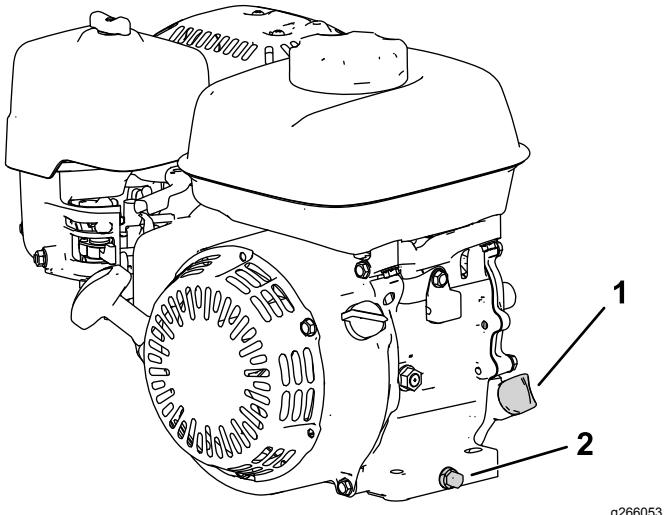

Figura 27
- Posizionate la macchina in modo che il motore sia in piano e pulite la zona attorno al tubo di riempimento dell'olio (Figura 27).
- Togliete il tappo di spurgo, la rondella e l'asta di livello (Figura 27).